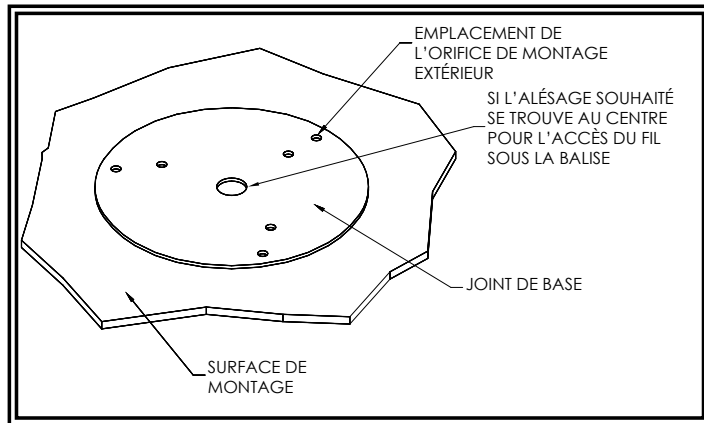

Figure 1
2. En prenant le joint de la base comme modèle, marquez les trois emplacements des trous de montage (voir figure 1).
4. Un quatrième trou peut être percé pour l'accès aux câbles comme présenté sur la figure 1 ou les câbles peuvent passer à travers la fente de la base pour un accès externe.